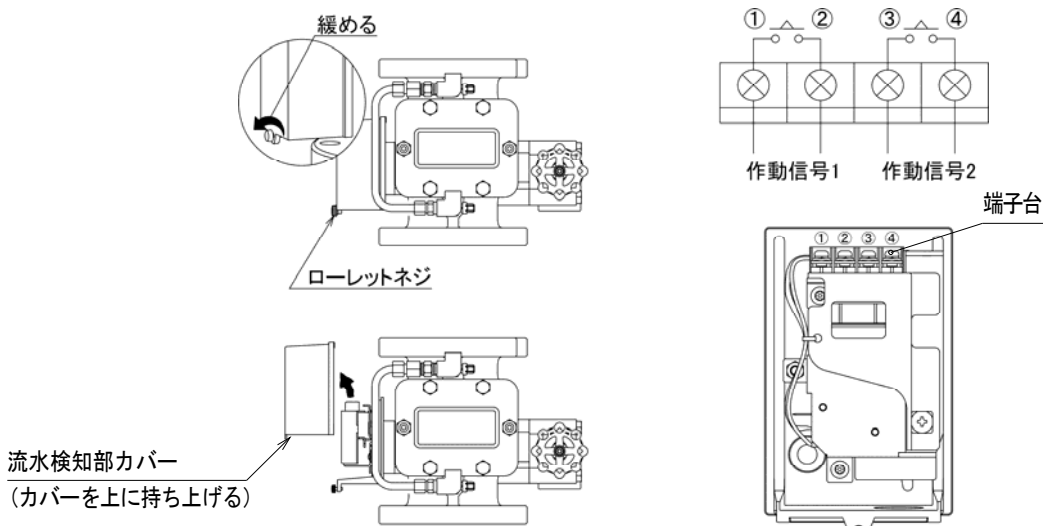

図8
(3) 付属品の取付 (流水検知装置を据付後に実施)
- ① 圧力計を取り付けてください。(ねじ部にはシールテープを使用し、ペースト状のシール材は使用しないでください)
- ② 「常時開」プレートを1次側制御弁に、「常時閉」プレートを排水弁(V1)に取り付けてください。
(4) 結線 (図8参照)
- ① 流水検知部のローレットネジ (1本) を流水検知部カバーが外せるようになるまで緩めてください。
- ② 流水検知部カバーを上を持ち上げて外してください。
- ③ 図8に示すように端子番号「①-②」または「③-④」のどちらかに結線してください。